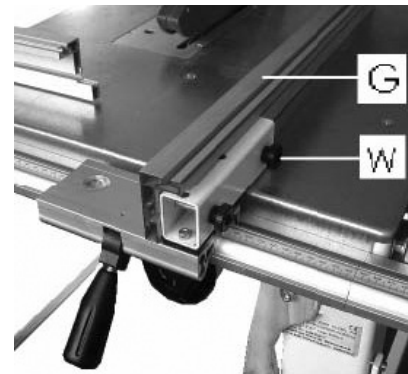

Fig. 7
Fäst klyvanhåll på grundskenan. Montera anhållsskenan (G, bild 7) med två skruvar och två vingmuttrar (W) på klyvanhålls stomme.